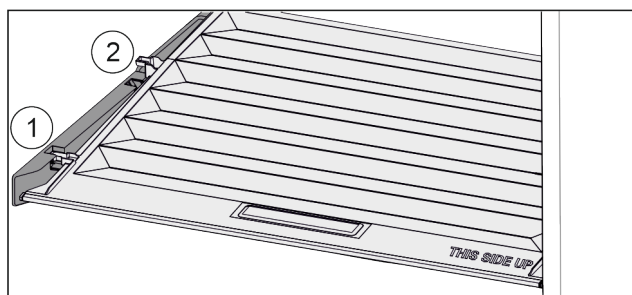

Fig. 33
- ▶ Pokrywę pociągnąć do przodu Fig. 33 (1), aż otworzy się w elementach trzymających.
- ▶ Podnieść tył od dołu i w wyjąć Fig. 33 (2) go do góry.